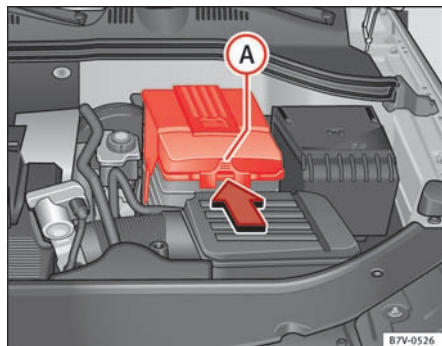

Fig. 170 I motorrummet: Sådan tages afdækningen til bilens batteri af.
- *I tilfælde af en afdækning:* Tryk tappen ⇒ Fig. 170 **A** i pilens retning, og tag afdækningen opad og af.